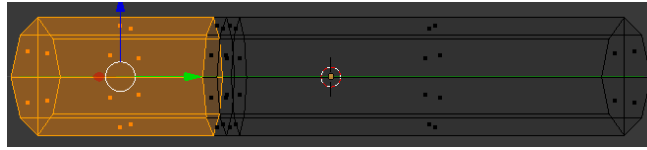

Figura 8. Seleção do cabo da faca.
- Selecionar todas as faces do cabo da faca, como se pode ver na Figura 8;